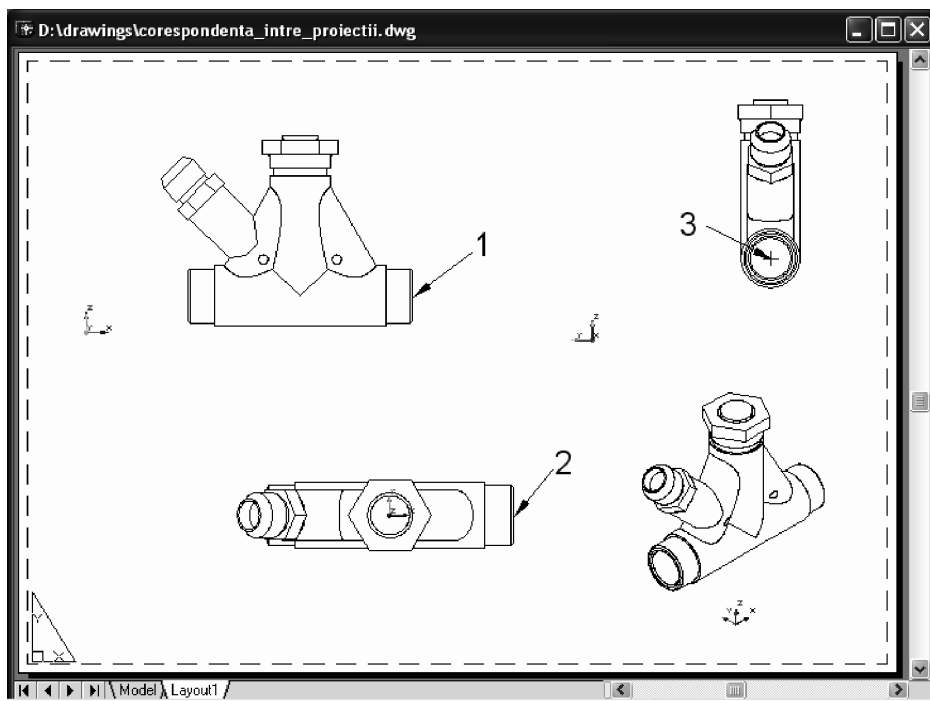

Fig. 10.29 Profilul proiecțiilor
3. Generarea profilului modelului. După dezactivarea straturilor cu linii ascunse și a stratului care conține modelul, ferestrele vor arăta ca în Fig. 10.29.
of se indică punctul **1** (Fig. 10.29)
of se indică punctul **2** (Fig. 10.29)
of se indică punctul **3** (Fig. 10.29)